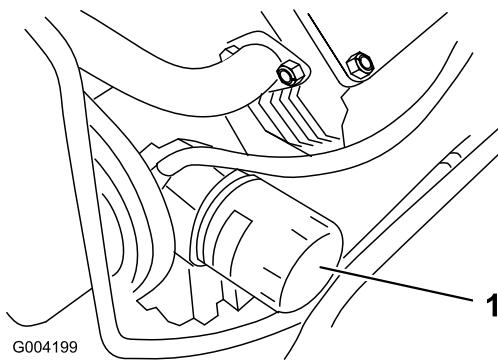

Figura 33
- Togliere il filtro usato (Figura 33) e pulire la superficie della guarnizione dell'adattatore del filtro.